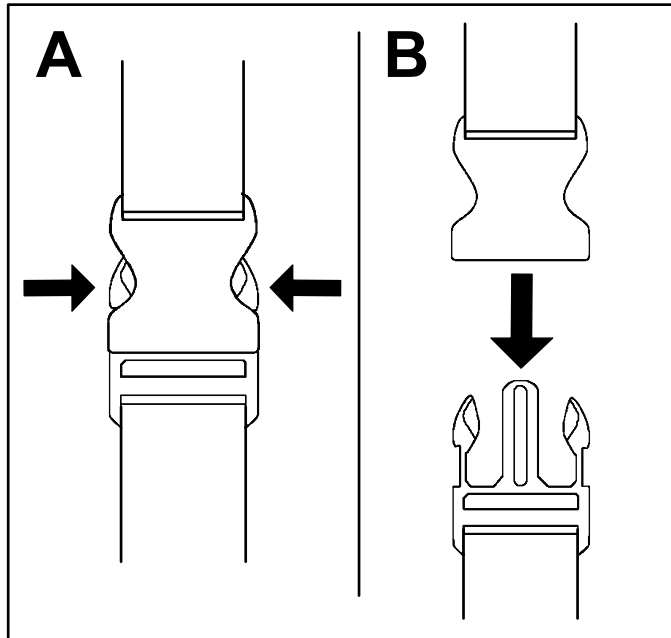

Figura 13
1. Presione hacia dentro los lados de las hebillas (Figura 13, A).
2. Deje que las hebillas se desconecten (Figura 13, B).